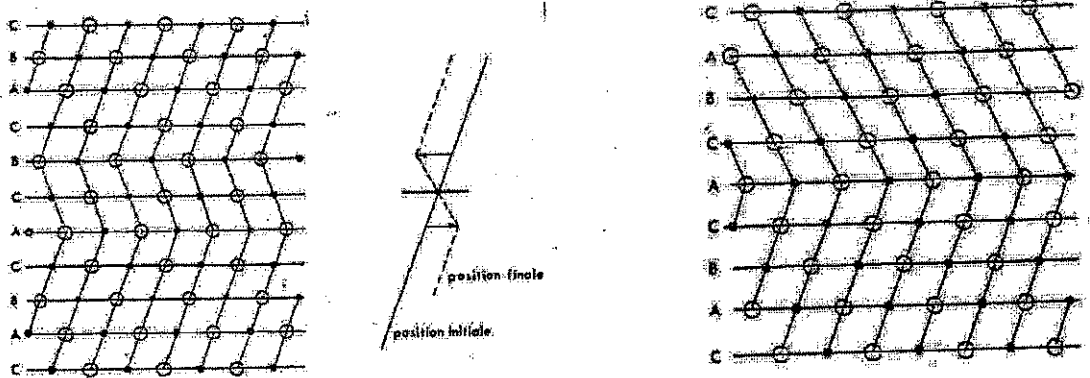

Figure 4 : Identifier les défauts présentés les parties droite et gauche de cette figure.
6. Plusieurs types de défauts structuraux peuvent être rencontrés dans les solides. Nommer et expliquer les défauts présentés sur la **Figure 4**.